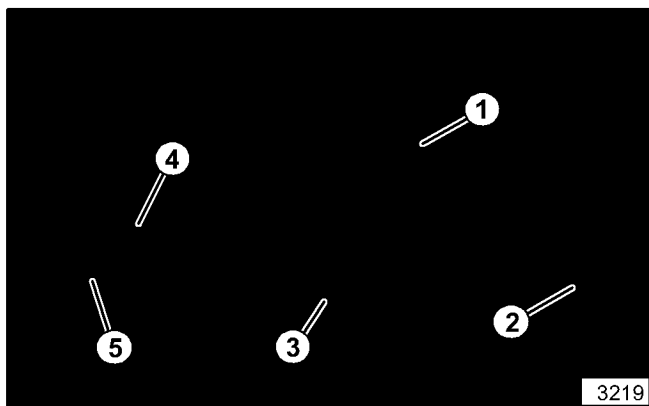

Figura 35. Eje Motor
14. Instale la chaveta y el engranaje sencillo grande (vea la figura 35) en el eje (asegúrese que la parte con reborde profundo del engranaje esté hacia el anillo de resorte).